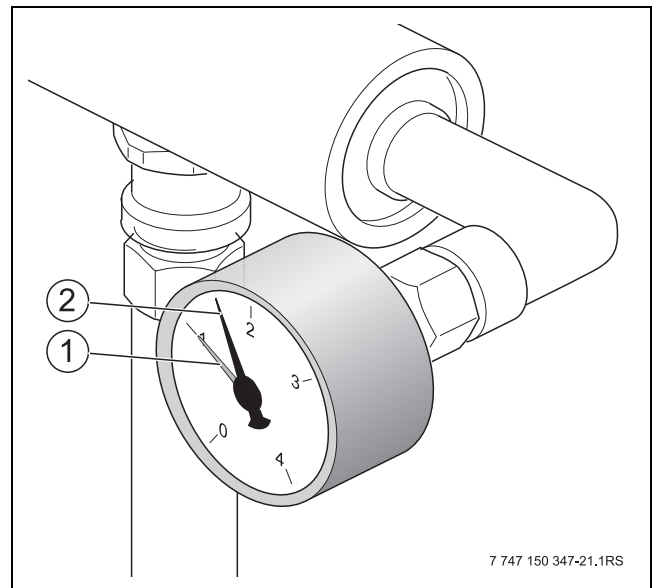

Fig. 5 Manometer
- Wanneer de bedrijfsdruk door het ontluchten wegvalt (zie instelling rode wijzer op de manometer → Fig. 5, pagina 14), dan moet water worden bijgevuld.